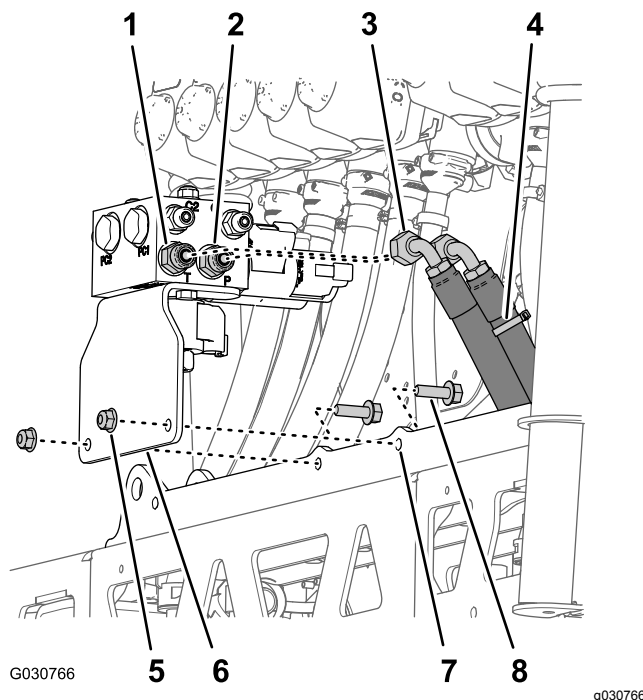

Figure 127
1. Placez les trous dans le support du collecteur de levage de rampe que vous avez retiré à l'opération 3 de Dépose du collecteur de vérin de levage et du support (page 38) en face du support de vérin de la section de rampe centrale neuve (Figure 127).
2. Fixez la patte de support sur le support de vérin (Figure 127) à l'aide des 2 boulons à embase
4. Branchez le flexible de pression hydraulique (identifié par un attache-câble) à l'orifice P du collecteur de levage de rampe (Figure 127).
5. Branchez le flexible de retour hydraulique à l'orifice T du collecteur de levage de rampe (Figure 127).